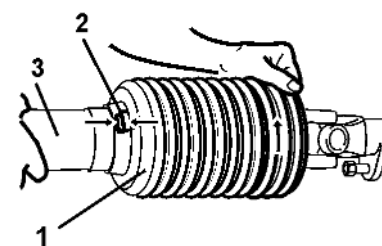

Рис. 58
6. Освободите пресс-масленку (Рис. 58/1) и установите карданный вал (Рис. 58/2).
7. Закрепите соединительную вилку (Рис. 58/3) срезным винтом (Рис. 58/4).
8. Вверните пресс-масленку (Рис. 58/1).